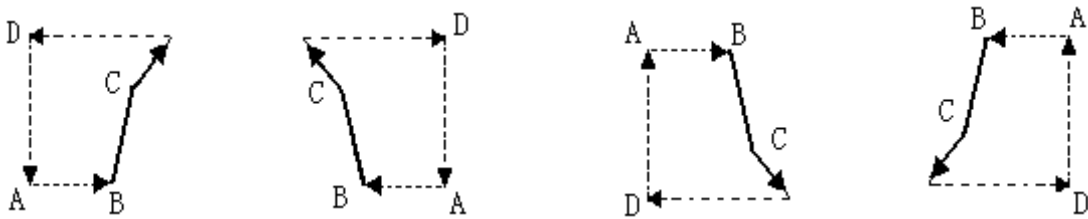

图 4-15-7 G92 螺纹切削刀具轨迹
- 3) G92 的再循环后续指令, 表示按 G92 轮廓再循环 1 次; P (E) 为正值时, G92 的再循环后续指令只能是 X (U); P (E) 为负值时, G92 的再循环后续指令只能是 Z (W)。
- 6) 轴向锥螺纹, 螺距 P/E 为螺纹轴 (Z 轴) 方向的螺距; 端面锥螺纹, 螺距 P/E 为螺纹轴 (X 轴) 方向的螺距; R、K、P 的符号与刀具轨迹的关系如图 4-15-6 和图 4-15-7: